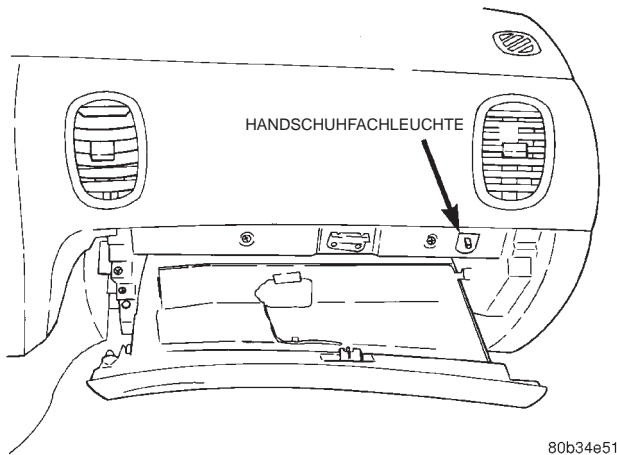

Abb. 15 Handschuhfachleuchte samt Schalter
(2) Handschuhfachklappe öffnen und Handschuhfachleuchte samt Schalter von der rechten oberen Ecke der Handschuhfachöffnung abziehen (Abb. 15).